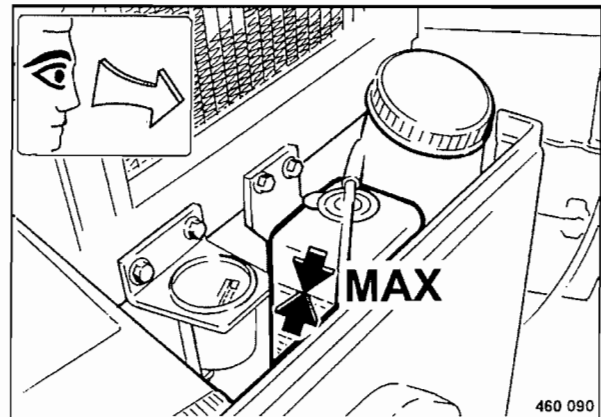

Fig. 79
- Comprobar el nivel del líquido refrigerante (Fig. 79).